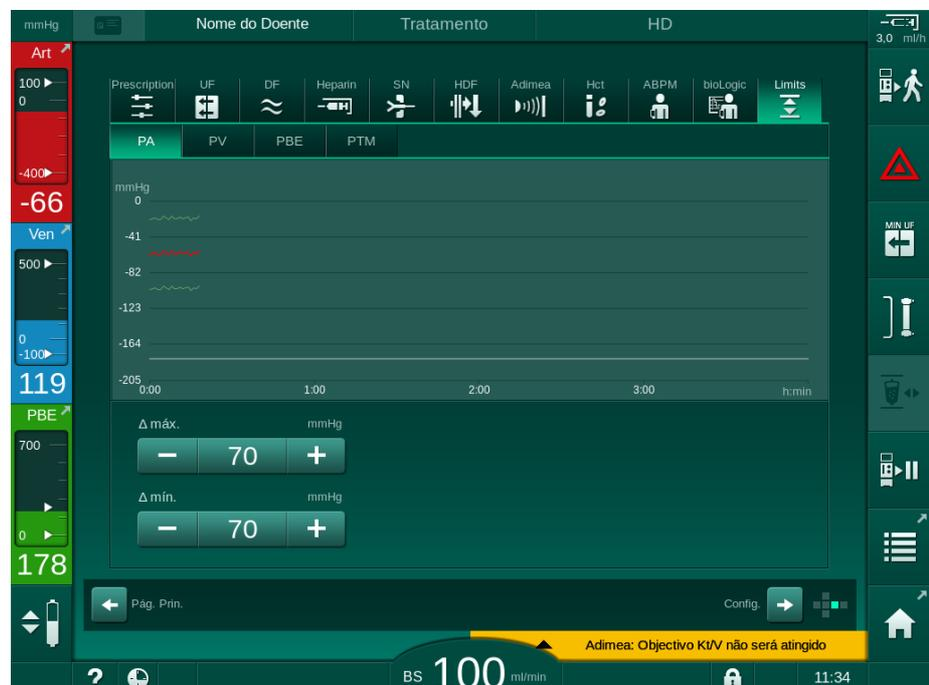
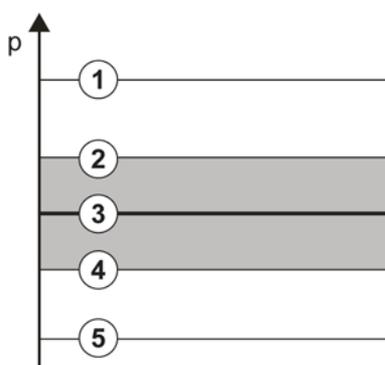

Fig. 5-20 Exemplo para limites de pressão no ecrã *Entrada*
Fig. 5-21 Limites de pressões
As pressões são monitorizadas utilizando janelas de limites (área cinza em Fig. 5-21) as quais são definidas através das respectivas distâncias entre o valor atual ③ e os limites inferiores ④ e superiores ② (valores delta Mín./Máx.). O total das duas distâncias fornece a amplitude da janela de limite, isto é, no exemplo, em Fig. 5-20: 70 + 70 = 140 (mmHg).